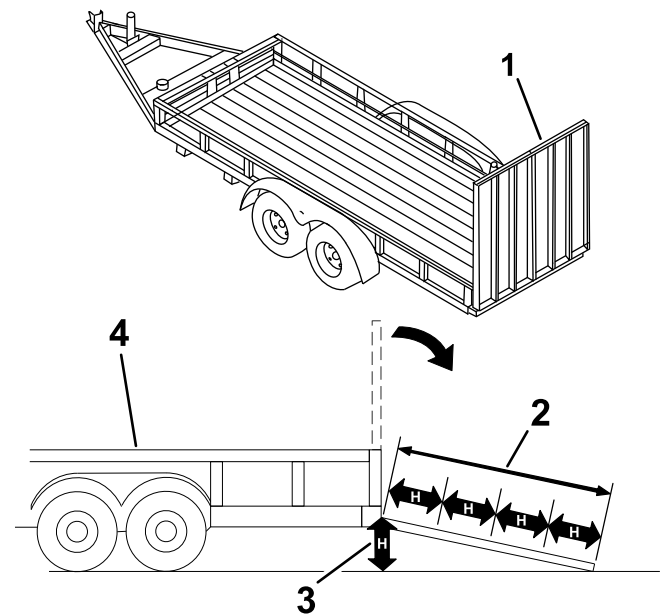

Bild 29
Beim Verladen einer Maschine auf einen Anhänger oder Pritschenwagen erhöht sich die Gefahr, dass die Maschine umkippt und schwere oder tödliche Verletzungen verursacht (**Bild 29**).
3. Senken Sie die Rampe (Bild 29).